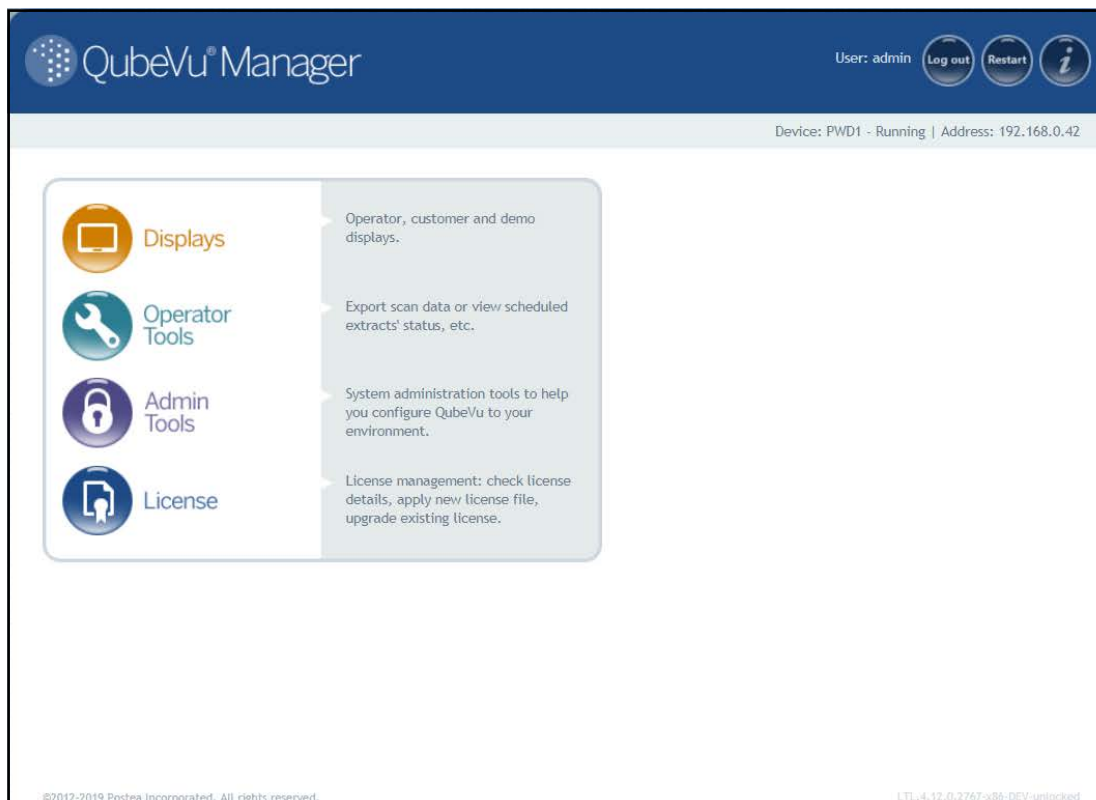

Figura 2-1. Página de inicio de QubeVu Manager
1. Pulse  en el menú **QubeVu Manager** (Figura 2-1 en la página 8) para entrar en el menú **Admin Tools**.
1. Pulse  **Admin Tools** en el menú **QubeVu Manager** (Figura 2-1 en la página 8) para entrar en el menú **Admin Tools**.